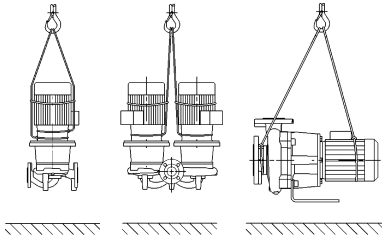

Fig. 7: Transport af pumpen
- Transportringene på motoren er kun beregnet til at styre i forbindelse med lastoptagelse (fig. 7).